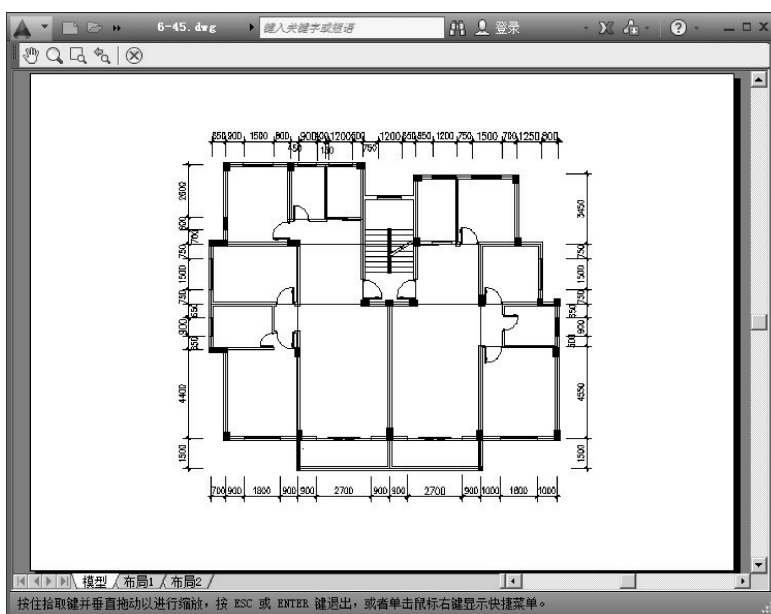

图 7-22 预览窗口
4) 在功能区单击“输出”选项卡→“打印”面板→“打印”按钮, 在“页面设置”区域选择在上一步中创建的名为“图形输出”的选项，并单击“预览”按钮，即可在预览窗口查看输出效果，如图 7-22 所示。